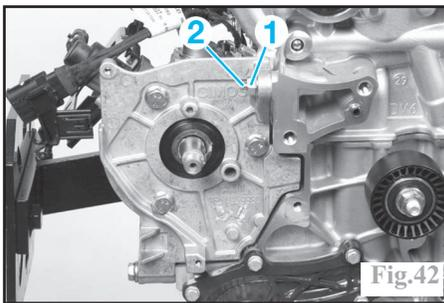

Fig.42
- l'écrou (1) et le goujon (2) (Fig.42) à l'aide d'un contre écrou.
- les fixations (1) et (2) (Fig.42) du support de pompe haute pression.